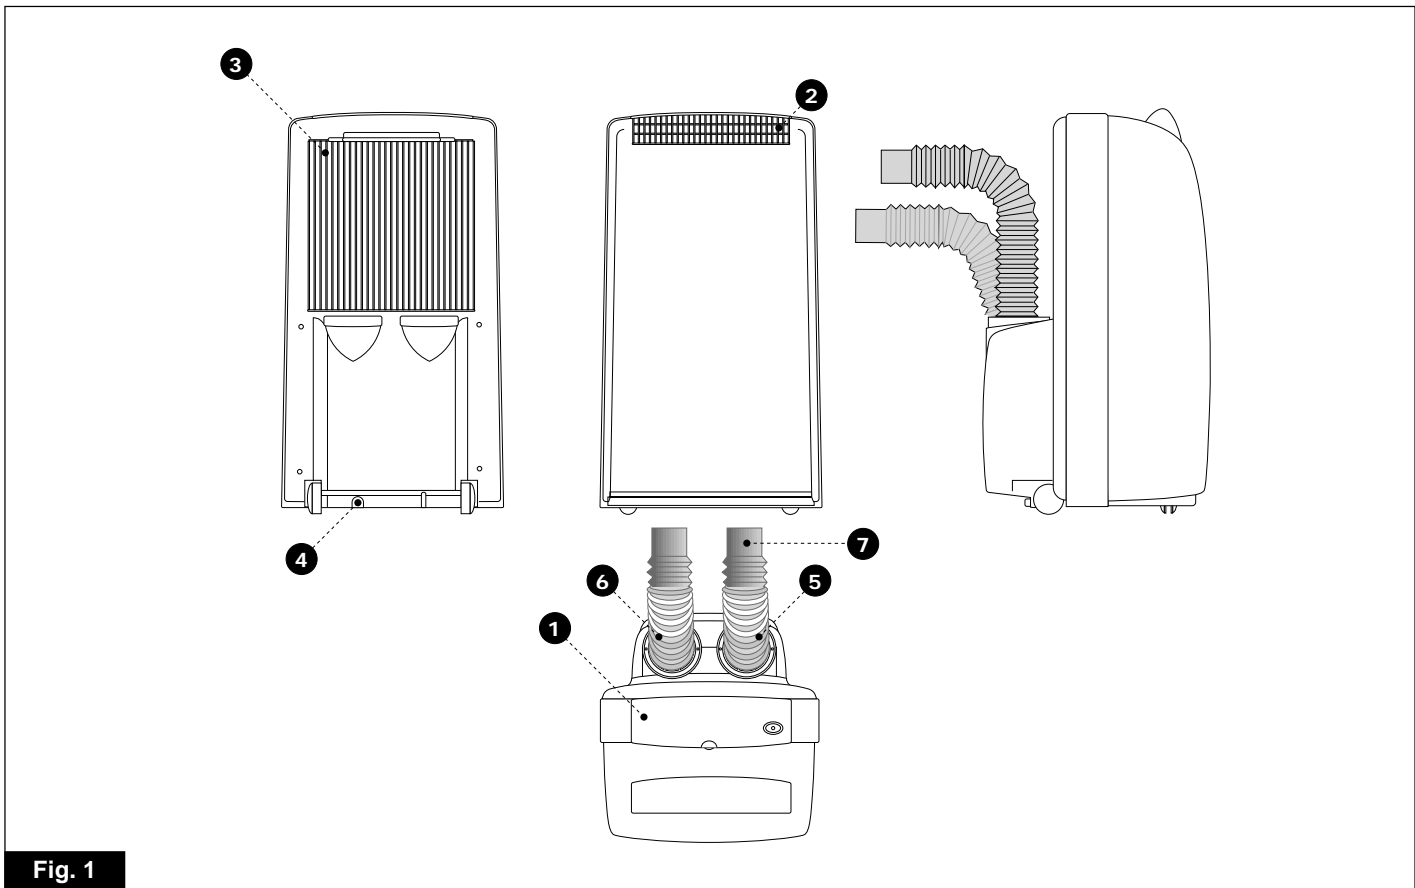

Fig. 1
• Assicuratevi che tende o altri oggetti non ostruiscano il filtro di aspirazione (fig 1 - 3) posto sullo schienale.
• Se il climatizzatore, nonostante sia normalmente alimentato, si arresta completamente, prima di rivolgervi a un Centro di assistenza, provate a drenare l'acqua togliendo il tappo di svuotamento della condensa (fig 1 - 4). Se l'inconveniente si ripete rivolgetevi a un Centro di assistenza.
• Vous assurer que le filtre d'aspiration (Fig.1 - 3) se trouvant à l'arrière ne soit pas bouché par des rideaux ni pas des objets quelconques.